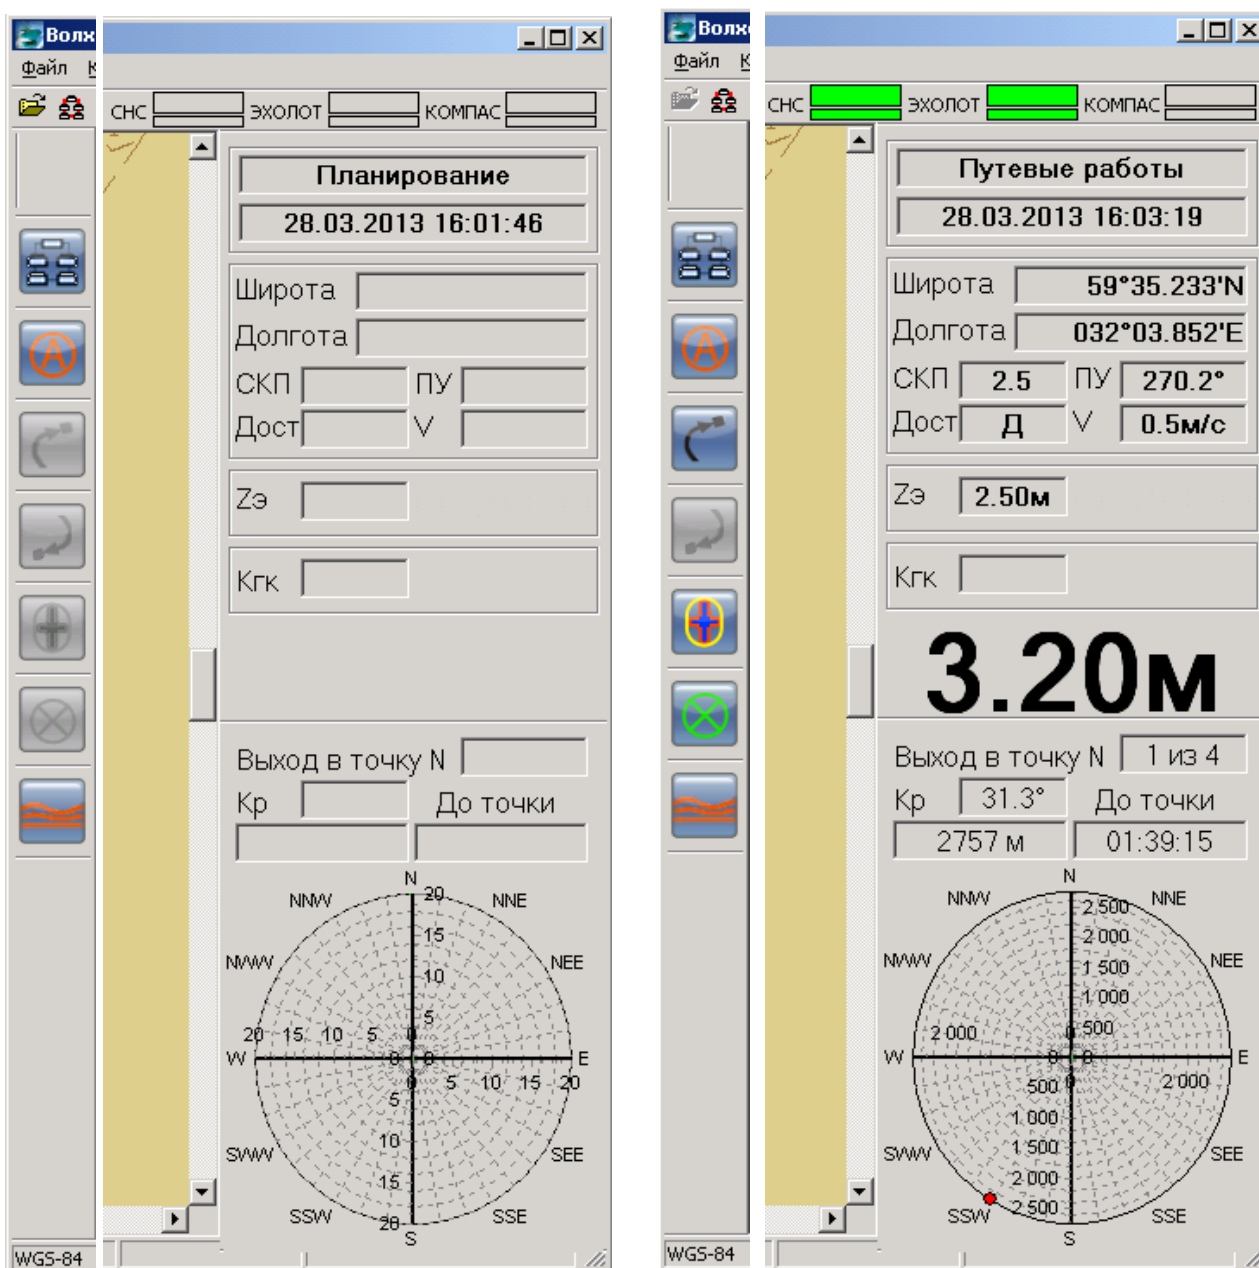

Рисунок 8.5 – Изменения на вертикальной панели инструментов (узкие рисунки) и в правой панели (широкие рисунки) при переходе в режим «Путевые работы»
- на панели диагностики появится индикация открытия портов и поступления сообщений от внешних устройств   см. рисунок 8.5;
- станут активными кнопки (развернуты на 90°) на панели оперативного доступа в левой части окна программы, см. рис. 8.5;
- появятся навигационные данные по местоположению судна, расстояние и курс до первой маршрутной точки, графическая схема местоположения судна  относительно очередной маршрутной точки («перекрестье» ) , см. рис. 8.5.